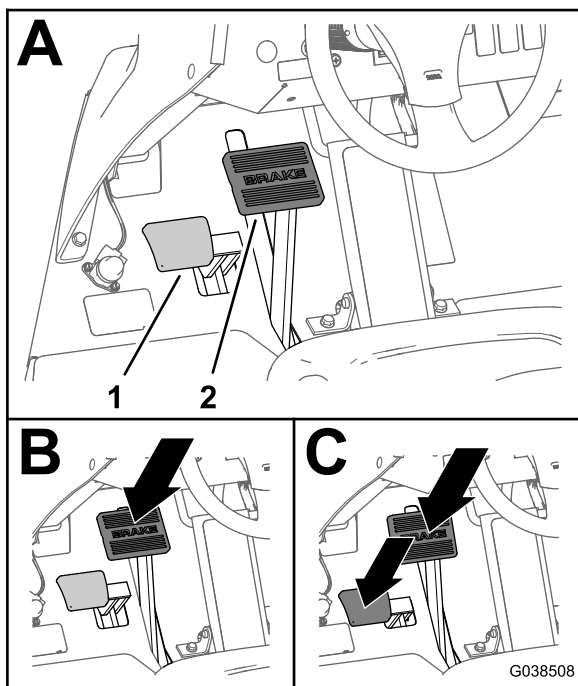

Figura 19
1. Pressione o pedal do travão de serviço (Figura 19).
2. Enquanto pressiona o pedal do travão de serviço, pressione o pedal do travão de estacionamento (Figura 19).